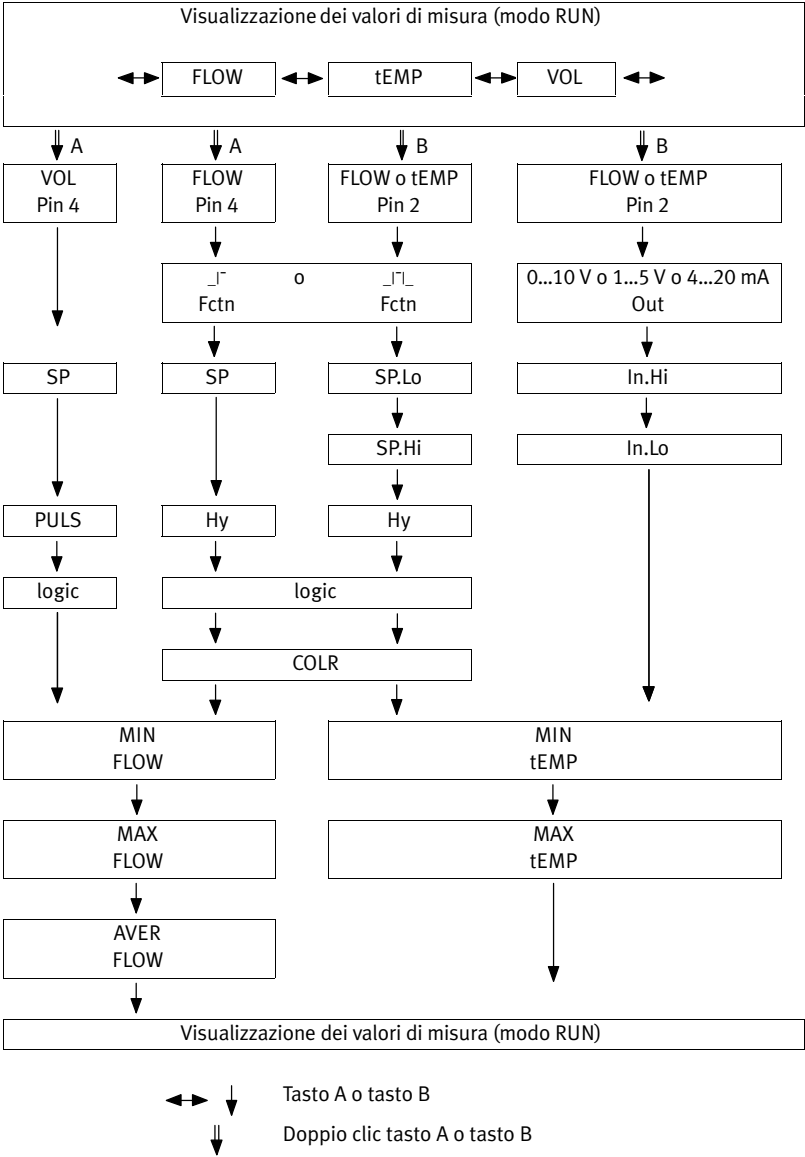

Fig. 12 Struttura del menu modo SHOW
Premendo il tasto A o il tasto B si può commutare la visualizzazione tra i valori di misura portata, volume e temperatura (➔ Fig. 12).
1. A seconda dell'uscita fare doppio clic sul tasto A o sul tasto B (→ Fig. 12).
1. A seconda dell'uscita premere più volte il tasto A o B (→ Fig. 12).
1. Premere più volte il tasto A (→ Fig. 12).